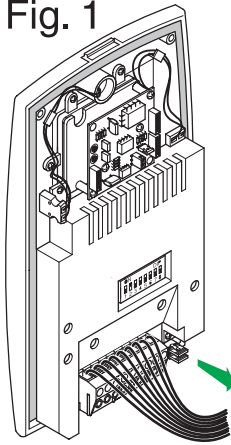

Fig. 2
2. Entrer en modalité programmation en insérant l'un des cavaliers dans la position JP4 (Fig. 2).